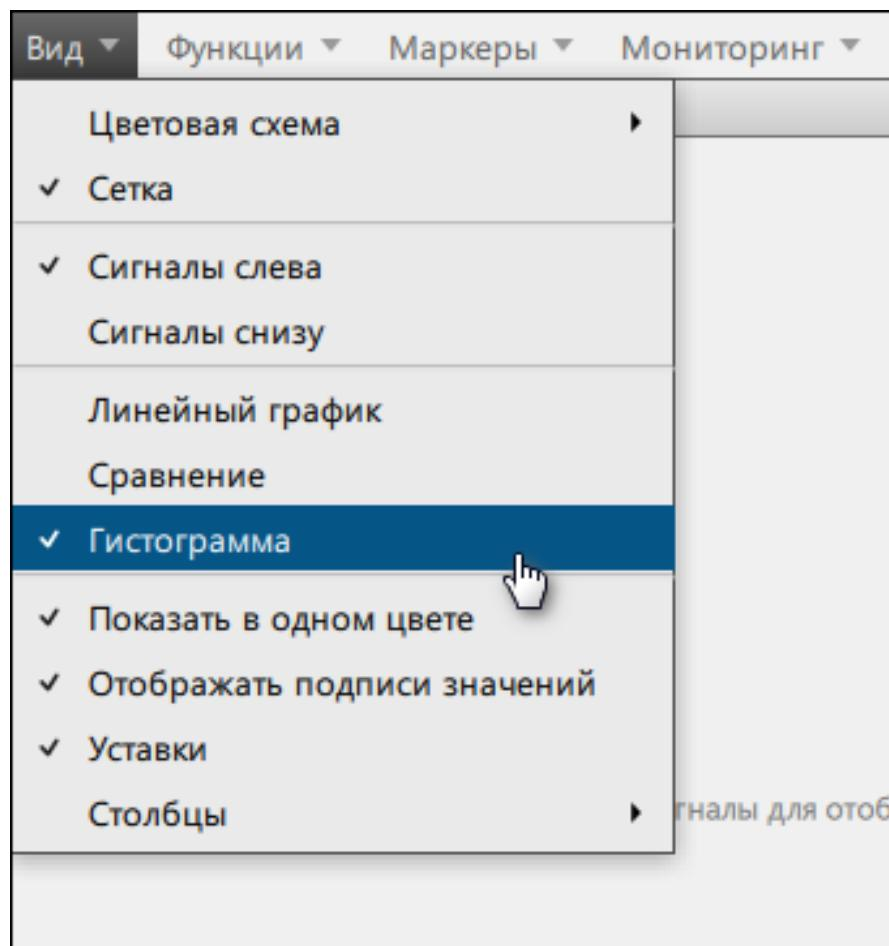

Рисунок 52 - Добавить гистограмму
2. В открывшемся окне выберите **Вид → Гистограмма** (Рисунок 52).